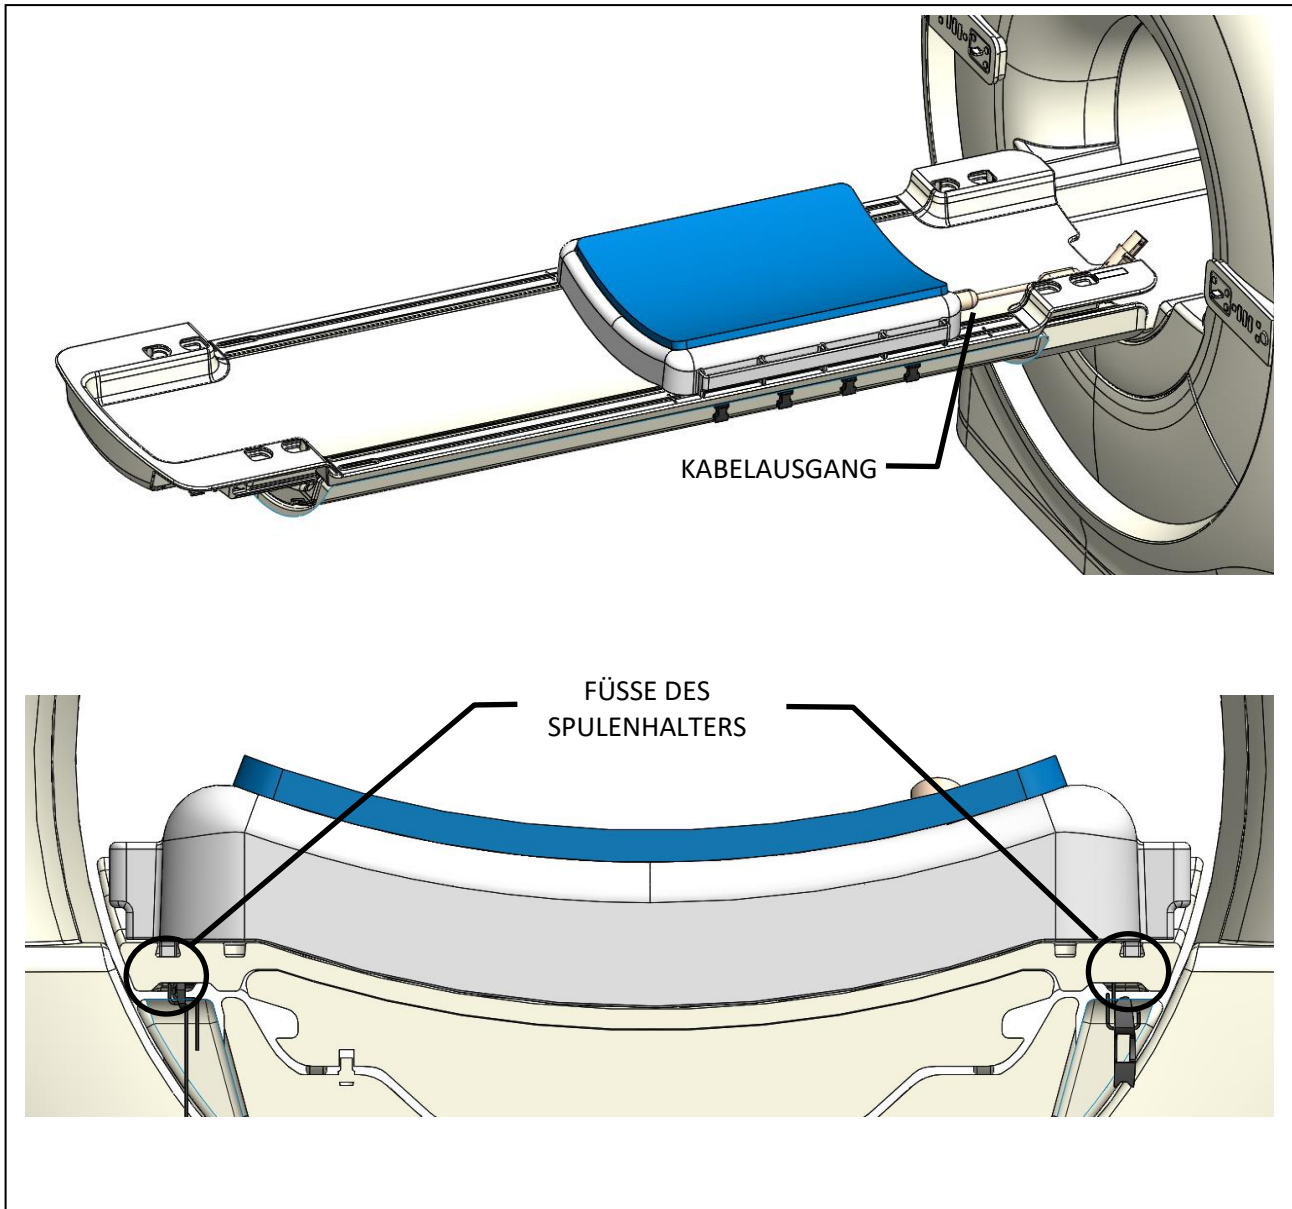

Abbildung 3: Positionierung der hinteren Spule auf der MRT-Liege
2. Legen Sie den Spulenhalter mit der hinteren Spule auf die MRT-Liege (Abbildung 3).